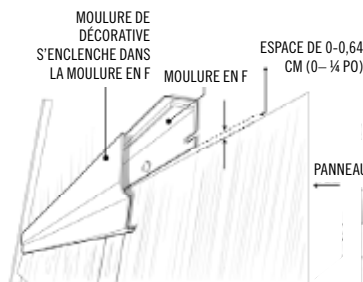

Figure 50
- La moulure de décorative illustrée ci-dessous peut être utilisée comme bordure décorative ainsi que pour mieux fixer les panneaux au mur. Voir Figures 50 et 51 ci-dessous.